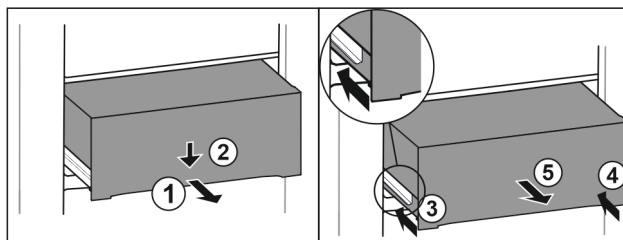

Fig. 144
- Dra ut utdragslåda till hälften. Fig. 144 (1)
- Tryck utdragslådan på framsidan nedåt. Fig. 144 (2)
- Skjut in vänster skena ca 2 cm. Fig. 144 (3)
- Skjut in höger skena ca 2 cm. Fig. 144 (4)
- Ta ut utdragslåda genom att dra den framåt. Fig. 144 (5)